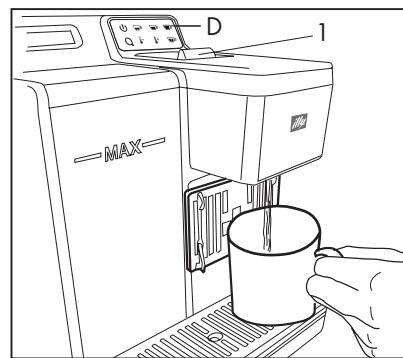

Fig. 13
- premere il tasto (D). (**Fig.13**)
lo sportello capsula (1) non va aperto prima di avviare il ciclo di lavaggio. (**Fig.13**)